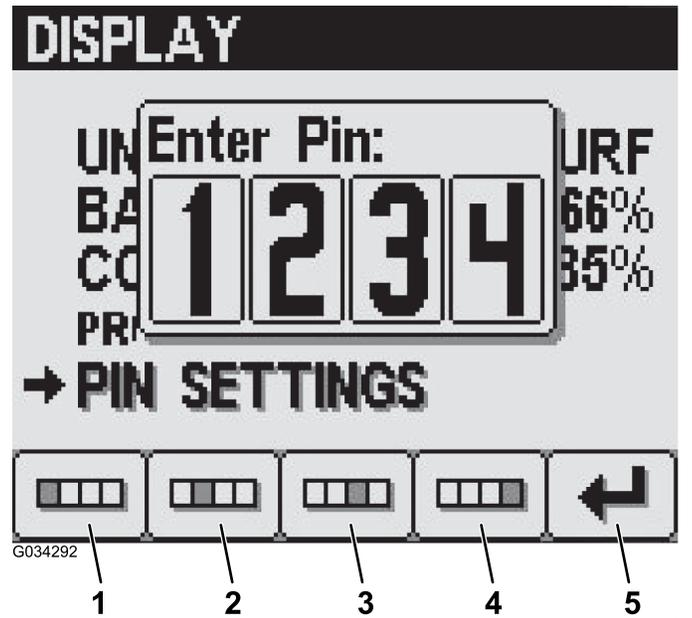

图32
- 使用 1 号到 4 号按钮输入您的 4 位 PIN，然后按 5 号按钮将 PIN 输入 InfoCenter（信息中心）（图32）。
2. 使用 1 号到 4 号按钮输入您的 4 位 PIN, 然后按 5 号按钮将 PIN 输入 InfoCenter (信息中心) (图32)。
4. 在 Enter Old PIN (输入旧 PIN) 屏幕, 使用 1 号到 4 号按钮输入旧 PIN, 然后按 5 号按钮将 PIN 输入 InfoCenter (信息中心) (图32)。